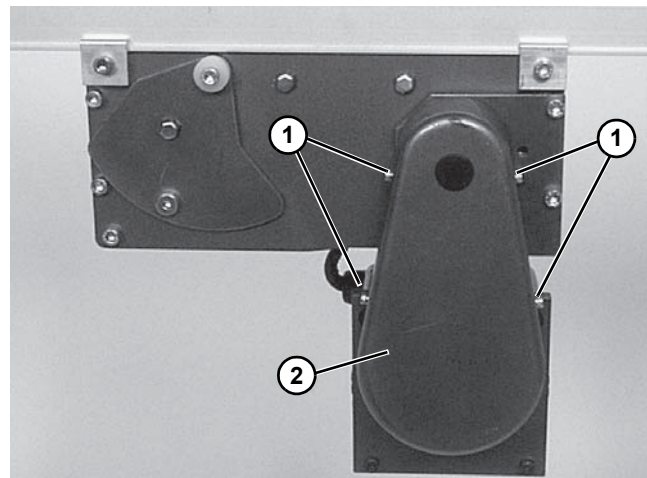

Figura 45
- Desatornillar los tornillos de la tapa (**Figura 45, parte 1**) y quitar la cubierta (**Figura 45, parte 2**).